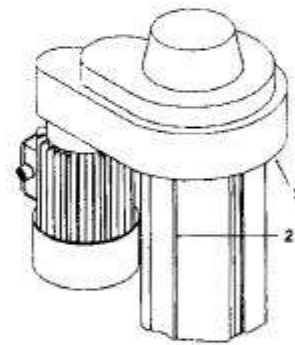

Fig.16
- * to prevent overrun of the mobile part, an electric limit switch (2) and a steel plate stop (3) are envisaged for the upper part of the post (fig. 16).
- * Ein Endschalter (2) und eine Stahlplatte (3) oben an der Säule (Abb. 16) sorgen dafür, daß der Hebetisch oben stoppt.
- * Pour s'assurer que le tablier de levage s'arrête en fin de course ascendante, la machine a été pourvue d'un interrupteur de fin de course (2) et d'une plaque en acier (3) sur la face supérieure de la colonne (fig. 16)
- * Para cuidar que la plataforma de elevación se detenga se ha incorporado un interruptor final (2) y un disco de acero (3) en la parte superior de la columna (fig. 16).
- * Om te zorgen dat de heftafel bovenin stopt is een eindschakelaar (2) aangebracht en een stalen plaat (3) aan de bovenzijde van de kolom (fig.16)
- * Para assegurar-se de que o tabuleiro elevador se detenha ao chegar em cima, foi instalado um interruptor de fim de curso (2) e uma chapa de aço (3) no lado superior da coluna (fig. 16).